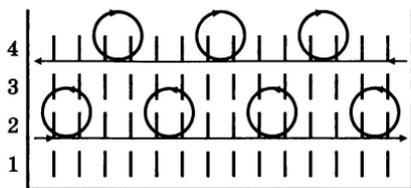

Рис. 69. Схема узора с обвитыми петлями
*Узор с обвитыми петлями:* вязать по схеме (рис. 69) на плотности 5.